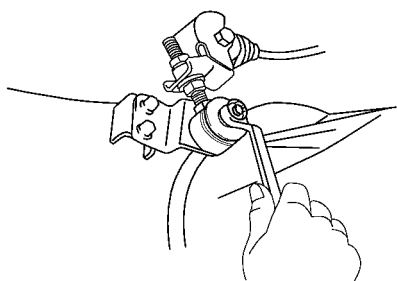

图 15-122 从托架上脱开 2 号夹头
- (1) 从托架脱开 2 号夹头。拆下开口销，旋下螺母，从托架上脱开 2 号夹头，如图 15-122 所示。然后再拆下护圈，两个衬套和套管。
- (2) 拆下 LSP 和 BV 组件。